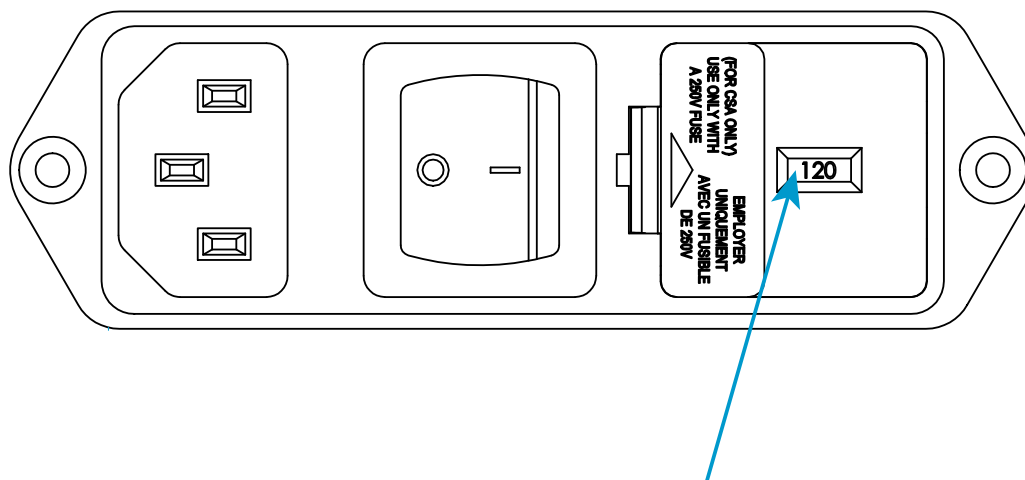

図4. 電圧設定ができる電源入力コネクタ
2. 電源入力コネクタを点検し、41 ページの図 4 を参照します。図 4 に表示されている電圧は 120V です。
7. ヒューズホルダをコネクタへ再取り付けします。インジケータ ピンが正しい入力電圧を示すことを確認します。41 ページの図 4 を参照してください。